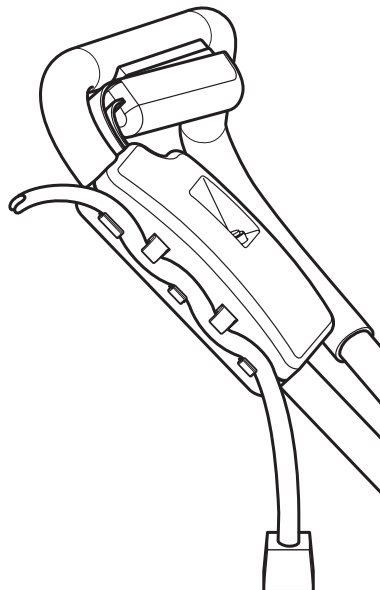

Figura 9 – Aseguramiento del cordón de extensión
La caja del interruptor tiene un enganche para el cordón de extensión hecho de una serie de ganchos alternativos (vea la figura 9). Esta característica puede ser usada para asegurar al manubrio del cultivador el extremo del cordón de extensión que tiene tomacorriente evitando que el cordón de alimentación se desconecte accidentalmente. Para ayudar a manejar el cable se incluye también una presilla de la correa la cual mantiene el cable en el lado del usuario y lejos de las púas del cultivador.
1. Empiece aproximadamente a 6 pulgadas del extremo del cordón de extensión que tiene tomacorriente y entrelace el cordón por entre los ganchos de la caja del interruptor como se muestra en la figura 9, de modo que el tomacorriente quede colgado por debajo de la caja del interruptor.